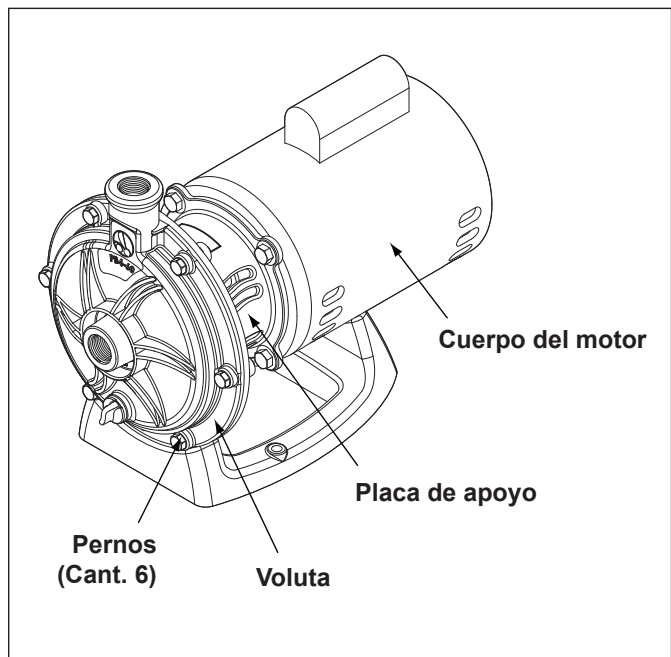

Figura 8. Retire la voluta de la bomba
3. Utilizando una llave 9/16 pulg., afloje los pernos que conectan la voluta de la bomba a la placa de apoyo del motor. Consulte la Figura 8.
5. Retire la cubierta del eje del motor en la parte posterior del motor girando el tornillo hexagonal con una llave de medialuna de 90 °. Véase Figura 8. El eje del motor quedará a la vista.